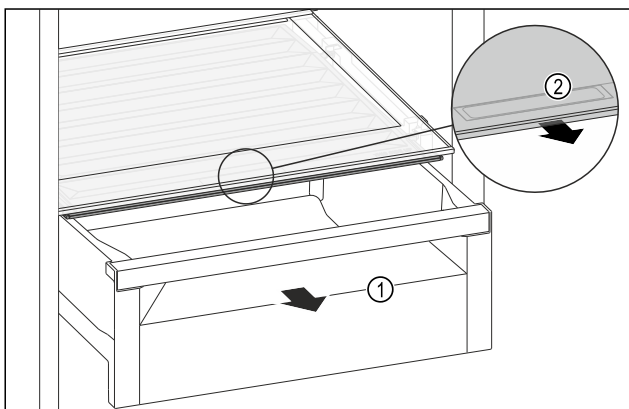

Fig. 238
- Tërhiqni jashtë sirtarin Fig. 238 (1).
- Kapni dorezën e futur Fig. 238 (2) në kapakun e ndarjes dhe në të njëjtën kohë tërhiqni përpara kapakun e ndarjes.